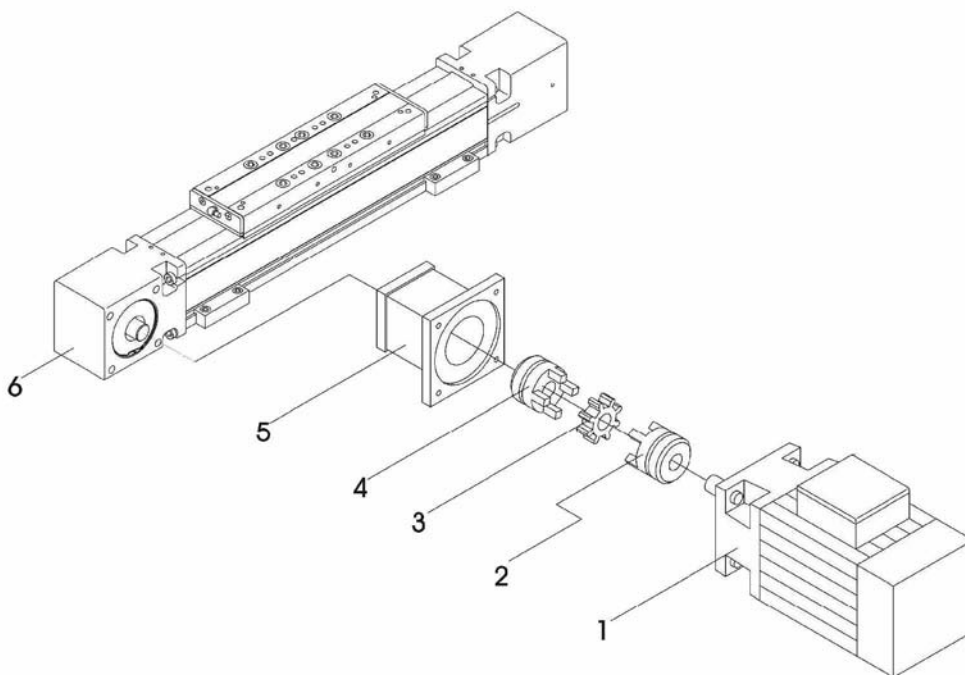

Bild 6:
1. **Bild 6:** Den Motor (1) in Anbauposition neben die Lineareinheit legen.
3. Kupplungshälfte (4) auf Antriebswelle der Lineareinheit montieren.
4. Motorglocke (5) mit vier Schrauben am Festlagergehäuse (6) befestigen.
5. Zahnkranz (3) auf Kupplungshälfte an der Lineareinheit schieben.
6. Die zweite Kupplungshälfte (2) auf den Antriebszapfen des Motors montieren.
7. Motor mit Kupplungshälfte mittels vier Schrauben an der Motorglocke (5) befestigen. Dabei ist zu beachten, dass keine axialen Druckkräfte auf die Motorwelle wirken. Gegebenenfalls ist der Abstand der beiden Kupplungshälften zu korrigieren.